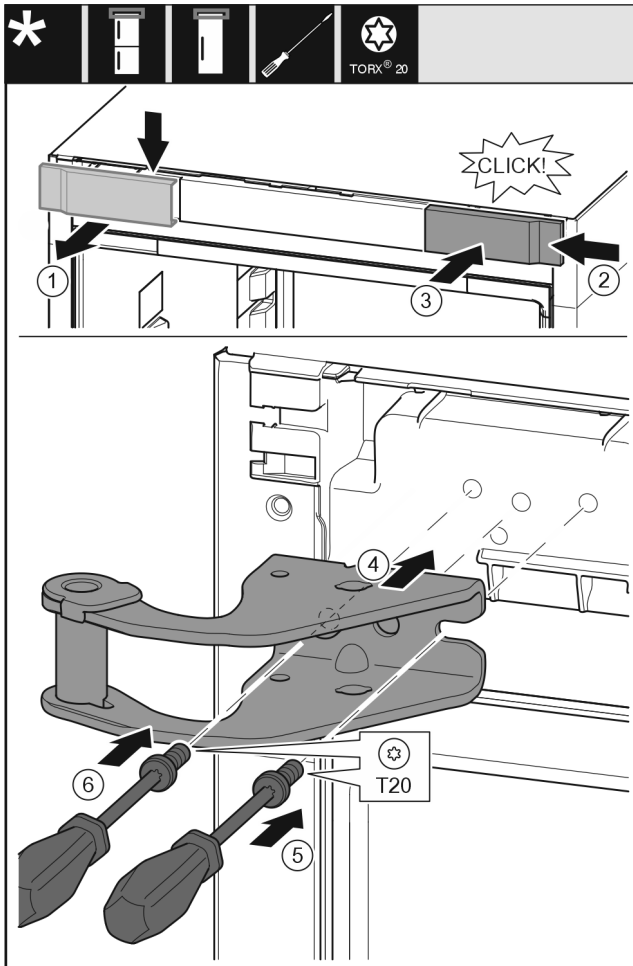

Fig. 13
- ▶ Afdekking van boven naar voren toe verwijderen. Fig. 13 (1)
- ▶ Afdekking 180° gedraaid op de andere kant van rechts aanbrengen. Fig. 13 (2)
- ▶ Afdekking vastklikken. Fig. 13 (3)
- ▶ Bovenste lagerbus plaatsen. Fig. 13 (4)
- ▶ Schroef met schroevendraaier T20 aanbrengen en vastdraaien. Fig. 13 (5)
- ▶ Schroef met schroevendraaier T20 aanbrengen en vastdraaien. Fig. 13 (6)